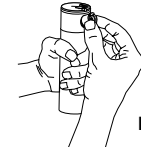

Figura 5
6. Inserte la boquilla de reemplazo con las orejas en la parte superior y gire el tornillo nuevamente en su lugar (Figura 5).